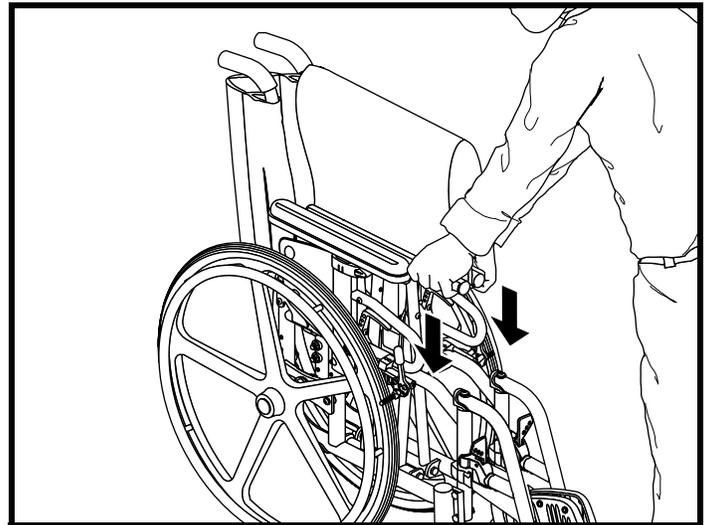

Figure 7. Pour ouvrir le Litestream XF
2. Placez vos paumes de mains sur les longerons de la croix. Voir la figure 7.